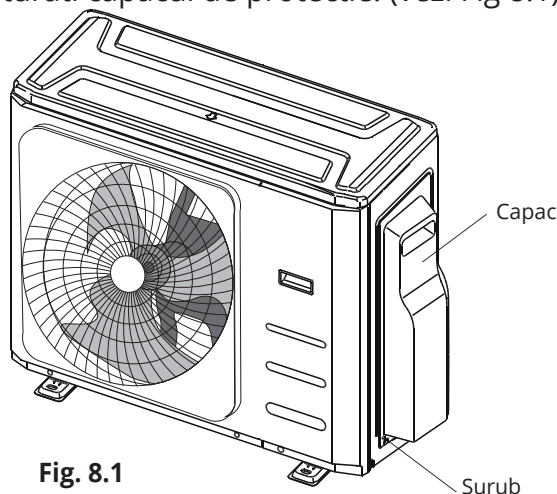

Fig. 8.1
2. Inlaturati capacul unitatii exterioare. In cazul in care unitatea exterioara nu are capac, scoateti suruburile placii de mentenanta si inlaturati capacul de protectie. (vezi Fig 8.1)